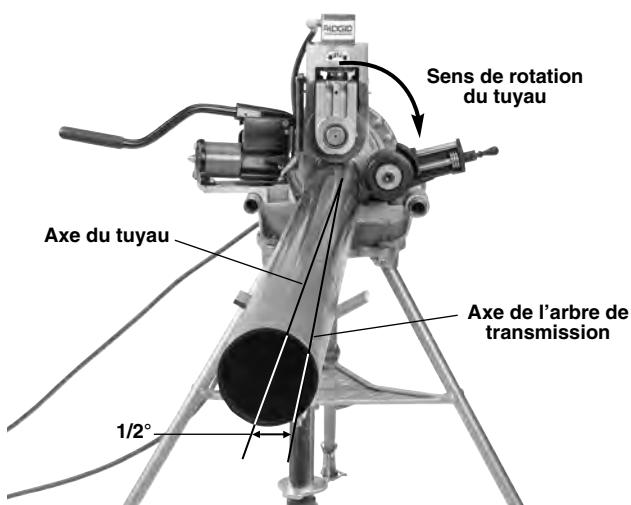

Figure 14 – Déport du tuyau de $\frac{1}{2}^{\circ}$ vers l'utilisateur (exagéré)
- Mettez le commutateur REV/OFF/FOR du système d'entraînement ou fileteuse utilisé à la position REV. Appuyez momentanément sur la pédale de commande. Le galet d'entraînement de la rainureuse devrait tourner en sens horaire (Figure 14), voire dans le sens indiqué par la flèche rotationnelle apposée sur la rainureuse. Si la rainureuse tourne en sens inverse ou que la pédale de commande ne
- Mode opératoire préféré – Commutateur en position REV :** Ramenez légèrement le tuyau et le (ou les) porte-tubes d'environ $1/2^\circ$ vers l'utilisateur, soit d'un pouce par 10 pieds de longueur de tuyau. L'alignement du tuyau et de la rainureuse aidera à assurer le tracé approprié de la rainure en cours d'opération (*Figure 14*). Ceci est le déport nécessaire au rainurage des tuyaux en position REV et permet l'utilisation du stabilisateur.
- Augmentez légèrement le déport du tuyau (de $\frac{1}{2}^{\circ}$ à 1°) selon la *Figure 14*.